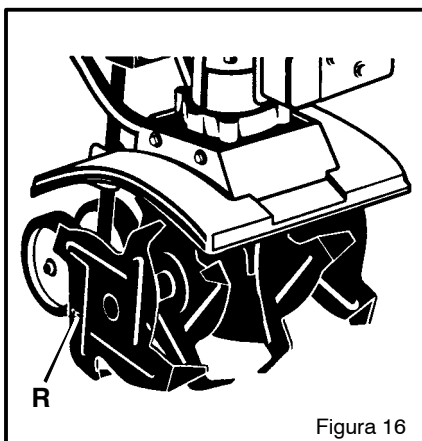

Figura 16
3. Cuando los dientes se instalan correctamente, se verá la letra **R** en el lado exterior del **diente derecho** (Figura 16). La letra **L** aparecerá en el lado exterior del diente izquierdo.